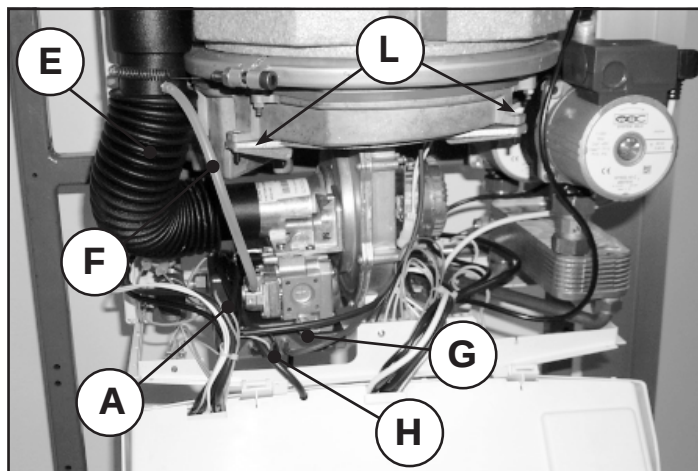

Fig. 24a
3. Koppel de kabels "G" en "H" van de elektrodes van het ontstekingsapparaat los fig. 24a